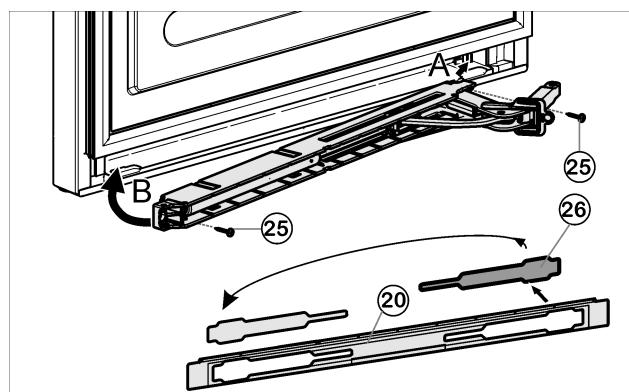

Fig. 15
- ▶ Détacher le cache *Fig. 15 (26)* du panneau *Fig. 15 (20)* et le remettre en place de l'autre côté.
- ▶ Encliquer l'unité de l'amortisseur de fermeture avec l'articulation orientée vers la charnière (A) et bien la guider pour la repositionner (B).
- ▶ Visser l'unité d'amortisseur de fermeture à fond (2 Torx® 15) Fig. 15 (25).